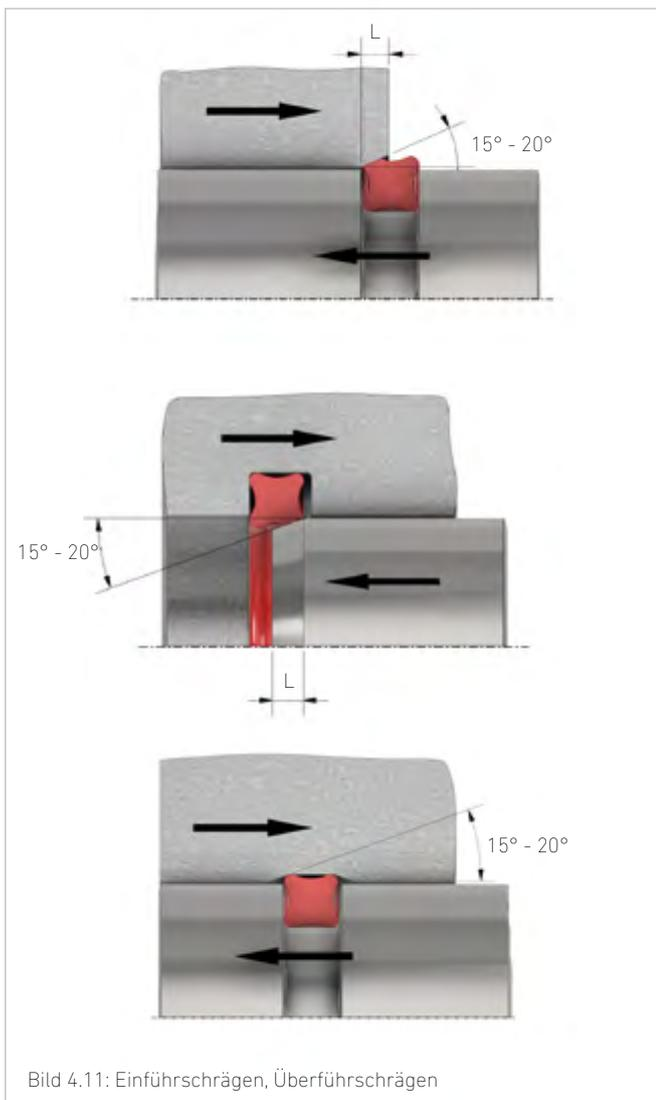

Bild 4.11: Einführschrägen, Überführschrägen
- definierte Einführschrägen (Bild 4.11, Tabelle 4.5),
- gratfreie abgerundete Bohrungen und Schlitze (Bild 4.11)